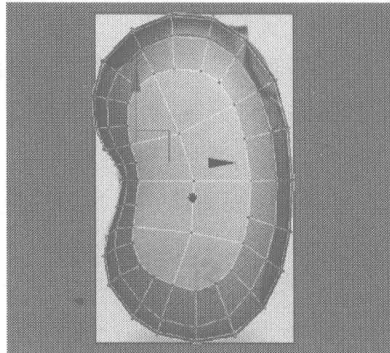

图 3.24
- 17** 在 Left 视图中适当添加一些细分线，并将该物体上的节点进行细致的调整，效果如图 3.24 所示。